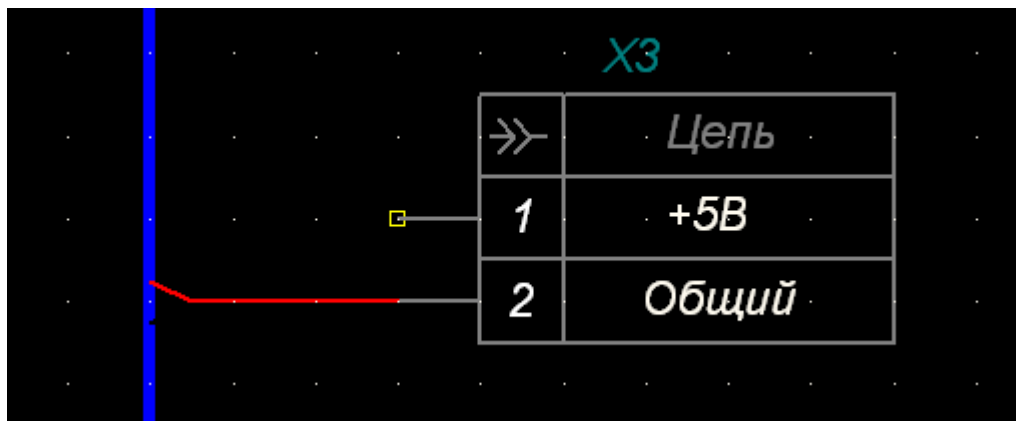

Рис. 3 Соединение цепи с шиной
- 2.5 После настройки соединение должно иметь вид, изображенный на рис. 3.